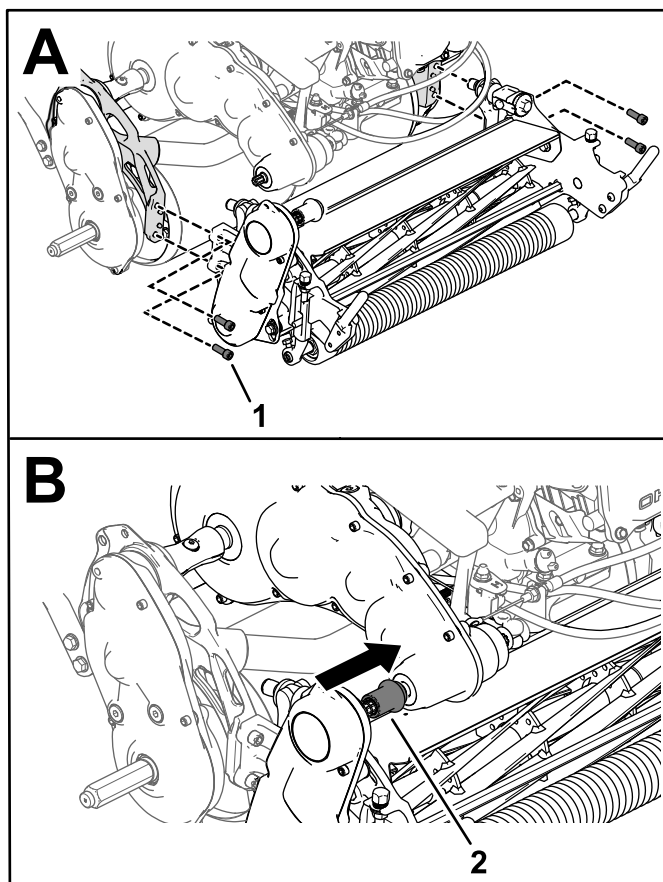

図 47
3. ソケットヘッドねじ4本でカッティングユニットをフレームに固定する 図 47。
4. カッティングユニット駆動カップラをトランスミッションの駆動シャフトに接続する 図 47。